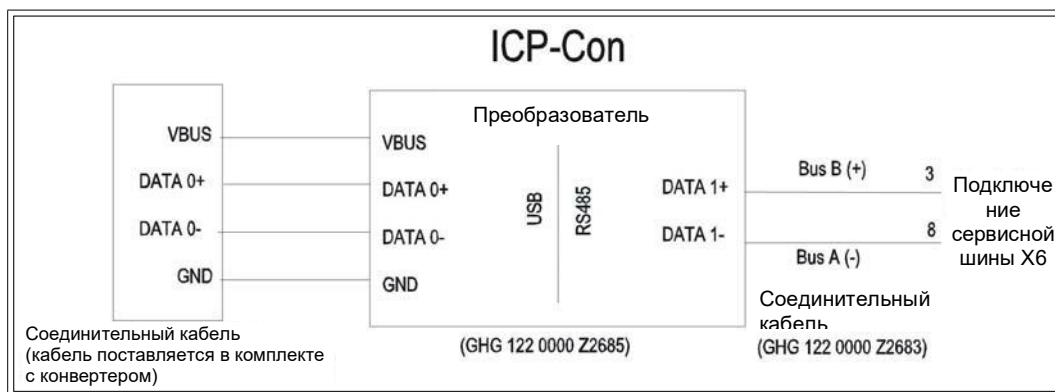

Рисунок 4.3 Подключение USB-конвертера
1. Вставьте USB-переходник в разъем SUB-D на распределительной плате LB9035 (см. Рисунок 4.3 на стр. 58).